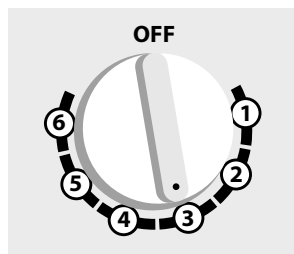

Figura 9
- Coloque el termostato (control de temperatura) posición media 3 ó 4. (Figura 9).